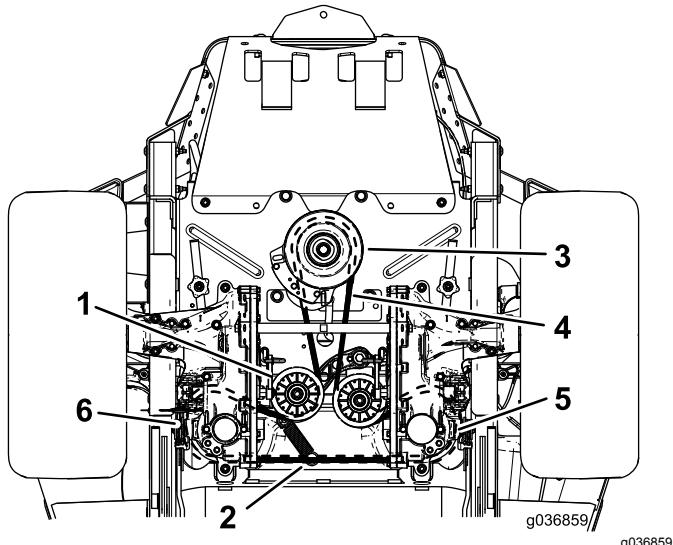

Figura 67
4. Levante la máquina y apóyela sobre gatos fijos (Figura 67).
6. Retire el muelle tensor del espárrago (Figura 67).
8. Instale la correa nueva alrededor de la polea del motor y de las 2 poleas de la bomba hidráulica (Figura 67).